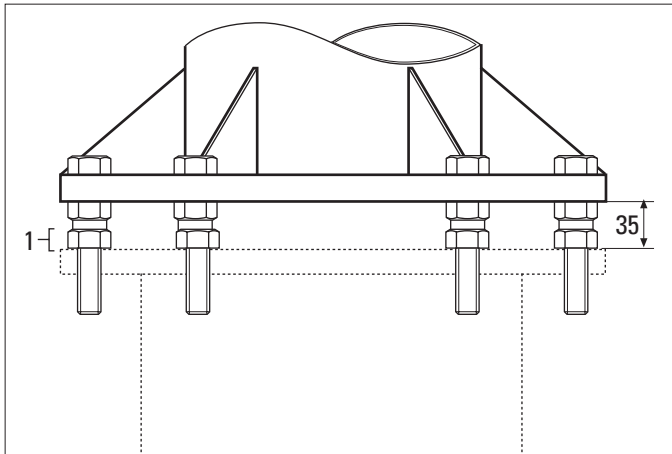

Bild 1
⇒ Die oberen 6 Muttern M12 (1) bis zum definierten Mass von 35 mm zwischen Unterkante Konsole und Unterkante Mutter auf die Gewindestangen schrauben (Bild 1).